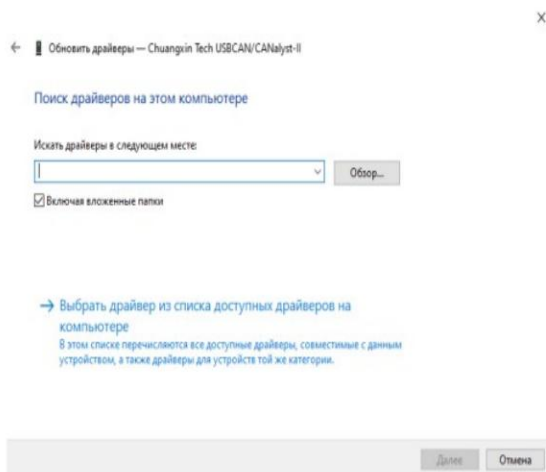
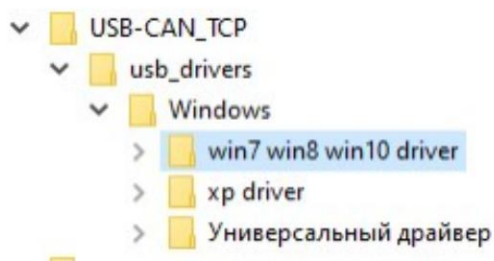
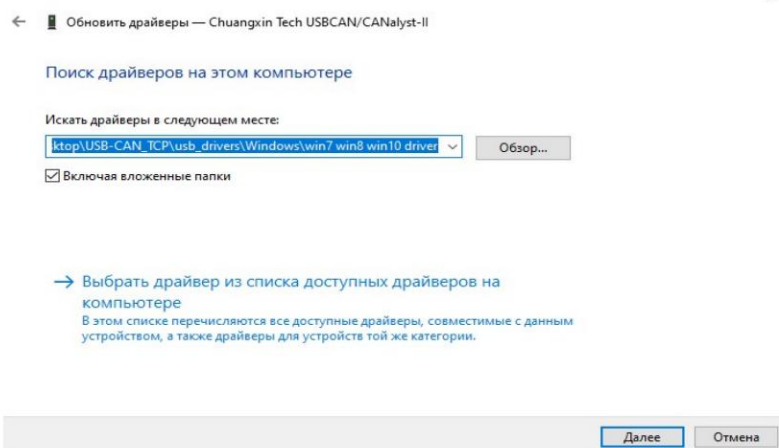

рис. 8 Поиск драйверов на этом компьютере драйвер
рис. 9 Выбор папки, содержащей
рис. 10 Установка драйвера
5.5 Как показано на рисунке 7, есть два варианта поиска драйверов, выберите "Найти драйверы на этом компьютере", после чего появится интерфейс, показанный на рис. 8. Нажмите "Обзор" и найдите заранее подготовленное программное обеспечение "USBCAN". Найдите драйвер оборудования "usb drivers" в подкаталоге "USB-CAN_TCP", а в его подкаталоге найдите "win7 win8 win10 driver" в "Windows" (как показано на рис. 9), а затем нажмите "OK". После выбора файла (как показано на рис. 10) нажмите "Далее", установите драйвер оборудования.